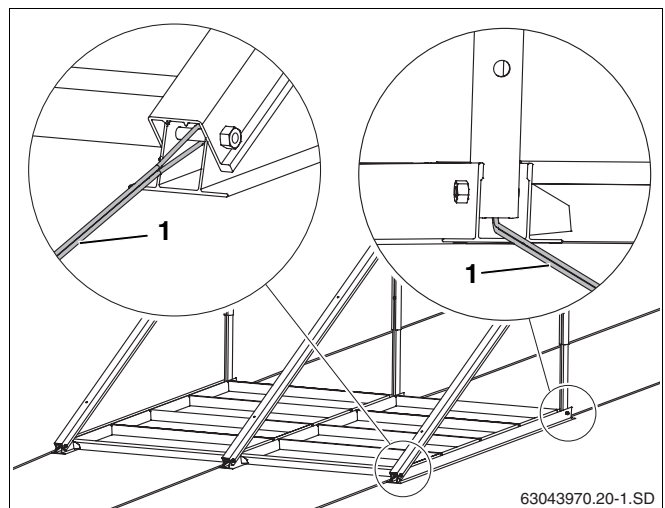

Fig. 28 Châssis avec fixation par câble
- Fixer chaque capteur sur site avec au moins 2 câbles (fig. 28, **pos. 1**) à la vis du profil inférieur et à l'emplacement approprié sur le toit.